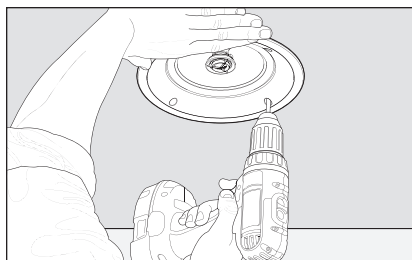

Fig. 5d
10. En soutenant le montage d'une main, serrez chaque vis. Arrêtez de serrer lorsque vous sentez une résistance (Figures 5d et 6d). *ML-62i et ML-67i* : Avant de serrer les vis, orientez l'enceinte de façon à ce que les haut-parleurs soient dirigés vers la position souhaitée.